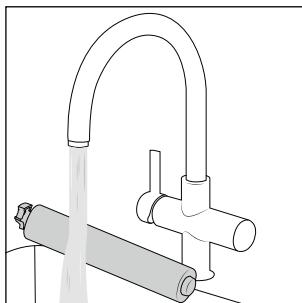

Fig. 35
- ◆ Limpie la protección antisalpicaduras ⑦ y el rodillo de cepillos ⑥ bajo el agua corriente caliente (consulte la fig. 35).